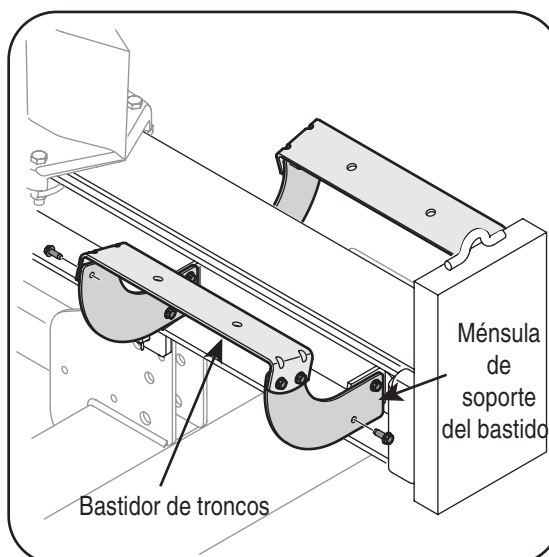

Figura 3-11
3. Inserte los dos tornillos autorroscantes a través de la ménsula de soporte del bastido y la brida de la vigueta. En este momento no apriete. Vea la Figura 3-11.
6. Inserte los cuatro tornillos autorroscantes a través del bastidor y ménsulas de soporte del bastidor. Apriete los ocho tornillos autorroscantes firmemente. Vea la Figura 3-11.